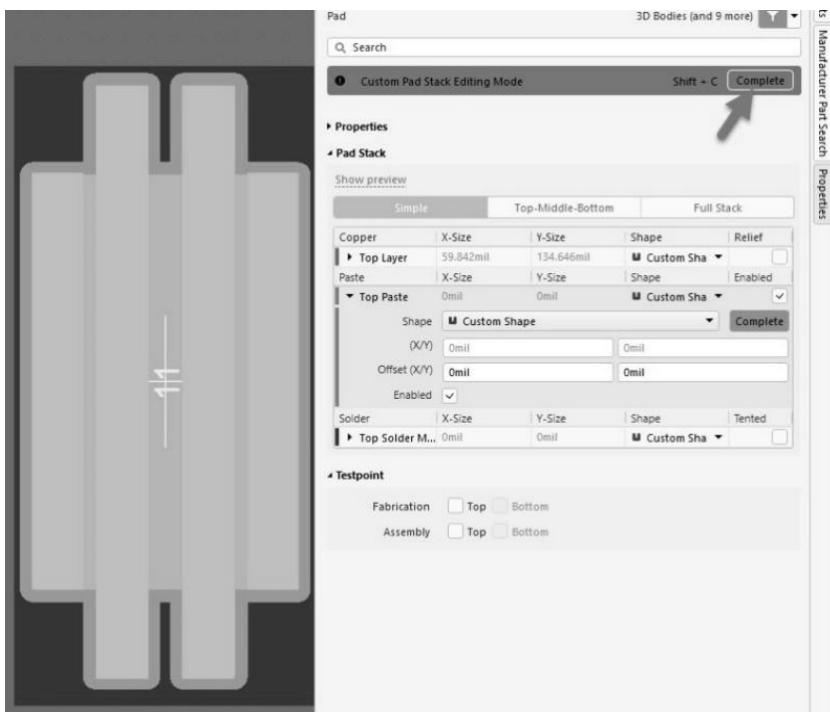

图 3-68 对原基元做变形处理
(2) 此时焊盘在助焊层/阻焊层中形状状态为可编辑状态，通过编辑现有基元或重新放置新基元（线路、圆弧、填充等）对该层上的区域形状进行定义，最后单击 Properties 面板上的 Complete 按钮即可对原基元做变形处理，如图 3-68 所示。